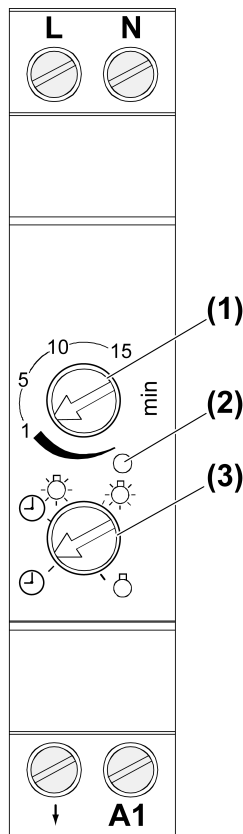

Figura 1: Interruttore automatico REG
- Regolare lo spegnimento ritardato. Ruotare il regolatore (1) (Figura 1).
- Impostare la modalità operativa. Ruotare il regolatore (3) (Figura 1).